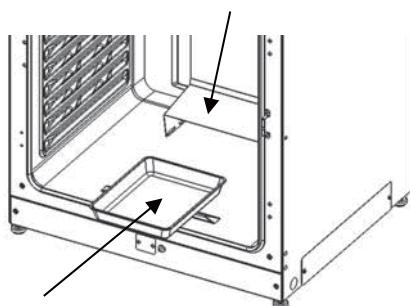

Fig. 1
2. Instalar la bandeja humidificadora y su cubierta (Fig. 1).